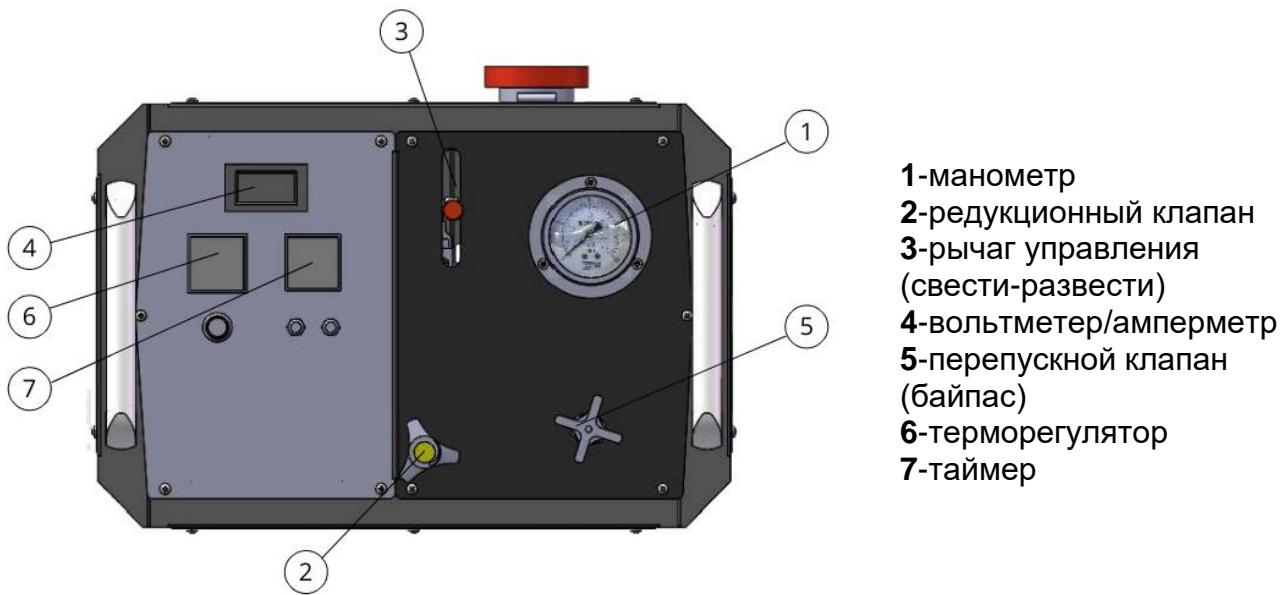

Рис. 2
**ВНИМАНИЕ!!!**Перед началом работ с гидростанцией открыть перепускной клапан и сбросить давление (Рис. 2 поз. 5).
**Перепускной клапан**(байпас) предназначен для сброса давления. Для полного сброса давления повернуть ручку до упора против часовой стрелки (**Рис. 2 поз. 5**).
**Редукционный клапан** служит для регулировки величины давления. Для увеличения давления – вращение вентиля по часовой стрелке, для уменьшения – против часовой стрелки (**Рис. 2 поз. 2**).
Давление масла в гидросистеме отображается на манометре (**Рис. 2 поз. 1**).
При помощи таймера (Рис. 2 поз. 7) установите необходимое время **T2** (время прогрева) и **T5** (время остывания).